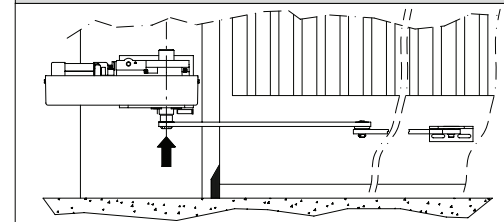

Рис. 8
- Правильное положение рычага привода показано на **рис.8**. Точка крепления к створке «А» может быть определена расположением кривого рычага в соответствии с размерами **рис.8**.